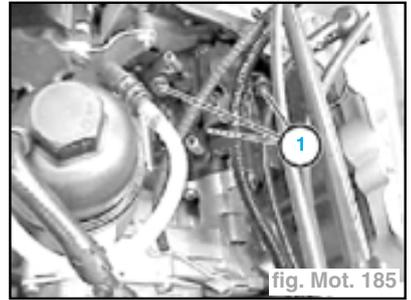

fig. Mot. 185
- Déposer les écrous (1) de fixation de pompe (fig. Mot. 185).